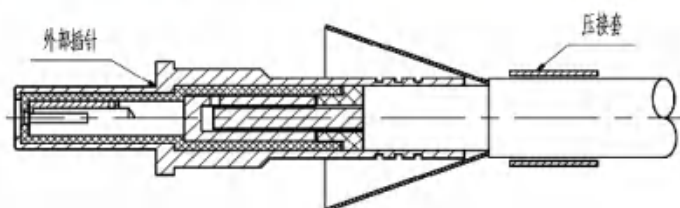

图 4.1-6
⑥按图 4.1-6 将外部插针装在压接好并套上绝缘子的中心孔上, 直至内部接触件和绝缘子完全靠紧。